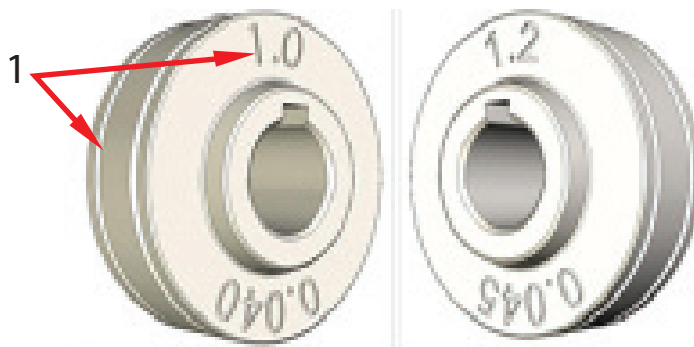

Figure 21. Les rouleaux du dévidoir sont fournis en plusieurs tailles
1. Installez le guide de galet (dans la taille exacte et dans l'orientation de la rainure correcte). Vérifiez que la rainure de taille correcte est orientée vers l'intérieur (voir Figure 21).